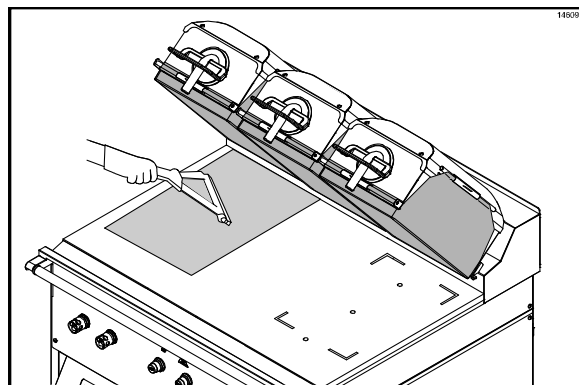

Figura 75
50. Usando o rodo do grill, elimine as bolhas de ar, cuidando para não criar pregas ou dobras na folha antiaderente. (Veja a Figura 75.)